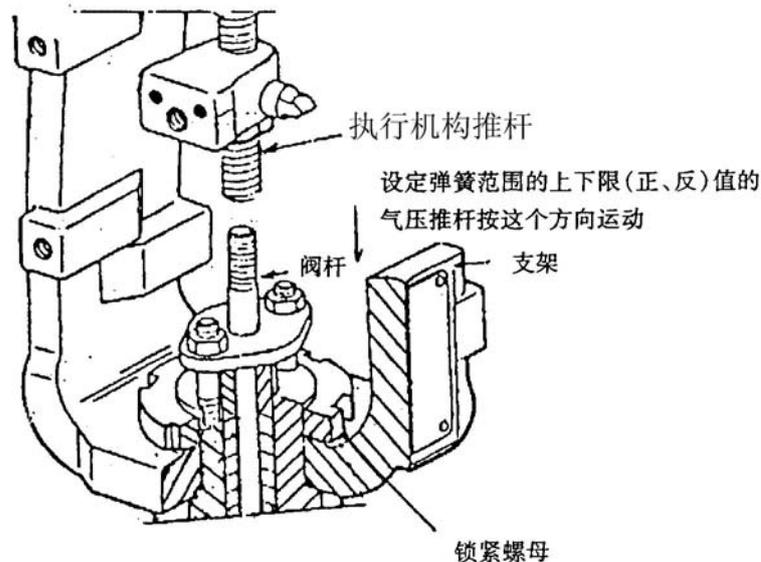

图 7-1
(4) 确认一下铭牌上所标的弹簧范围，并对执行机构施加其上限值的气源压力。
(5) 再增加气源压力达到要求的供给气压时，执行机构推杆还可移动 1~2mm（这是推杆行程余量）
(6) 降低气压，又再一次增加一直到弹簧范围的上限值
(7) 在这个状态下，在开缝螺母的螺纹与执行机构推杆、阀杆上的螺纹吻合时，用六角头螺栓紧固。见图 7-1。